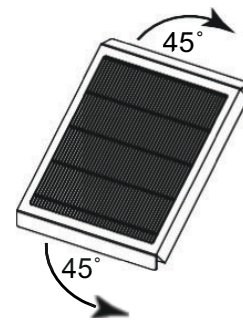

Fig. 27 – Pliez les volets à 45 °
14. Plier les deux rabats du filtre MERV13 pour former un angle de 45 degrés, tel qu'illustré ci-dessous (Fig. 27).